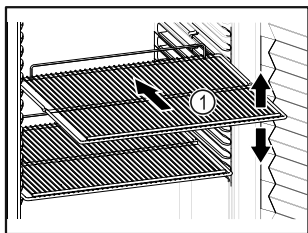

Fig. 78 Примерное изображение
- ❑ Если имеются решетчатые полки Fig. 78 (1), отрегулируйте высоту их установки.